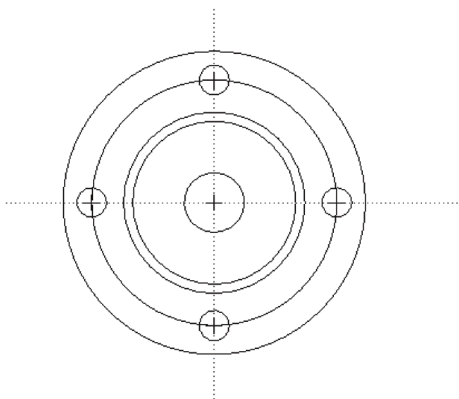

图 3-52 设置线型
STEP 06 依次单击“应用”按钮和“关闭”按钮，在“草绘”选项卡中单击“中心线”按钮，并在绘图区中绘制两条中心线，此时中心线以红色的点虚线显示，即可完成线型的设置，效果如图 3-52 所示。